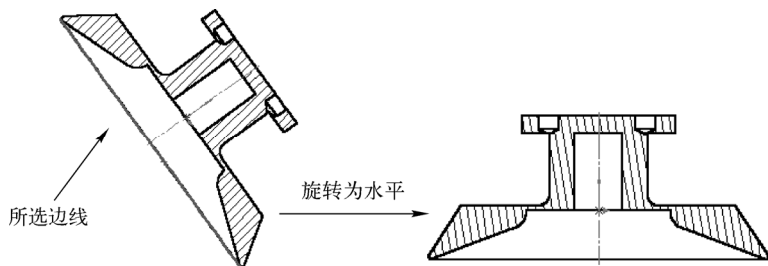

图 6-35 旋转视图
- 3) 此时视图会旋转,直到所选边线为水平或竖直状态,如图 6-35 所示。